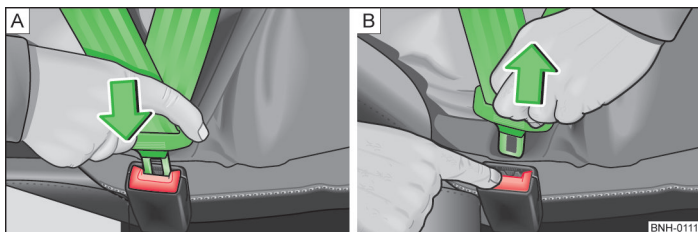

Fig. 116 Fixarea sau desfacerea centurii de siguranță
- Introduceți clema de fixare în catarama aferentă a centurii de siguranță » fig. 116 - [A] până când se fixează cu un declic.
- Apăsăți tasta de culoare roșie de pe catarama centurii » fig. 116 - [B], lamela de fixare sare afară.